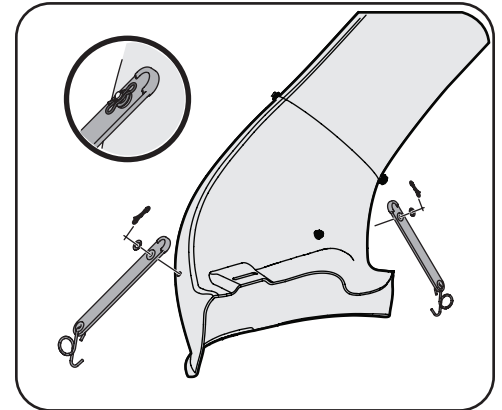

Figura 4-12
3. Instale las correas de goma del canal, del paquete de elementos de ferretería 689-00579, sobre el codo del canal utilizando el pasador de horquilla (711-05063), la arandela (736-0204) y el pasador de chaveta con unión curva (714-04040) del paquete de elementos de ferretería. Vea la Figura 4-12.